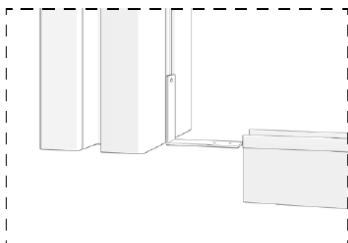
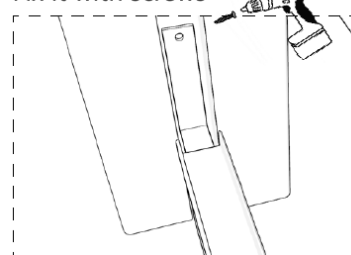

FIG. 8 – TRAVERSE INFÉRIEURE POSITIONNÉE CONTRE LE POTEAU
FIG. 10 – ÉQUERRE FIXÉE AVEC DES VIS AUTOTARAUDEUSES
- 01 Positionnez la traverse inférieure contre le poteau et raccordez-la des deux côtés avec une équerre en L de 65 × 70 mm (fig. 8–9). En suivant les positions des trous de vis sur l'équerre, fixez avec une vis autotaraudeuse de 3.9 × 32 mm et deux vis de 3.9 × 9.5 mm (fig. 10).